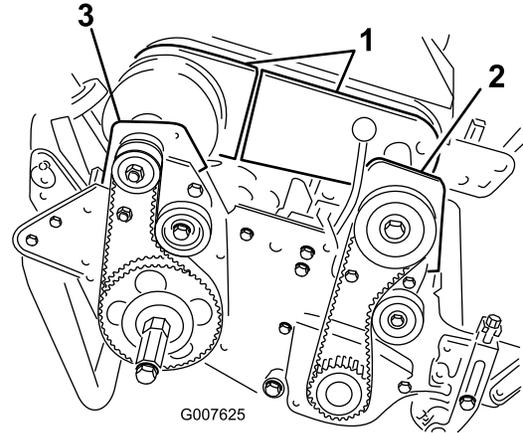

Bild 45
- Nehmen Sie die Schrauben ab, mit denen die vorderen und hinteren Teile der Differentialabdeckung am Differentialgehäuse befestigt sind. Schieben Sie dann die Abdeckungsteile weg, um den Riemen zugänglich zu machen (Bild 45).
- Nehmen Sie die zwei Schrauben und die Sicherungsmuttern ab, mit denen das vordere Kupplungsgehäuse an der Seitenplatte befestigt ist (Bild 45).
- Nehmen Sie die zwei Schrauben und die Sicherungsmuttern ab, mit denen das rechte hintere Lagergehäuse an der Seitenplatte befestigt ist (Bild 45).